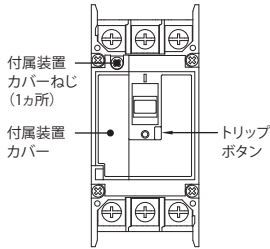
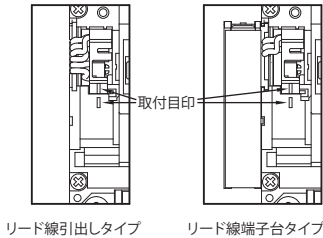
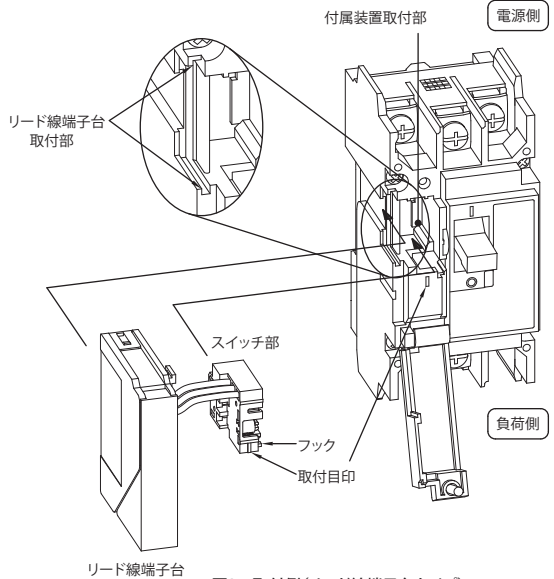

図1 ブレーカ各部の名称
図3 付属装置取付け状態
図2 取付例(リード線端子台タイプ)
- ①ブレーカの電源側、負荷側およびカセット付属装置が無電圧になっていることを確認してから、トリップボタンを押してブレーカをトリップさせてください。(図1)
- ②付属装置カバーねじをゆるめ付属装置カバーを開けてください。(図1、図2)
- ③付属装置を取付ける(図2、図3)